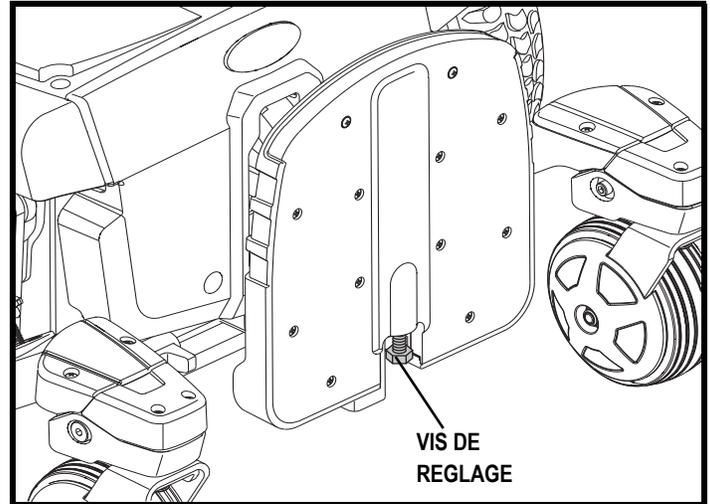

Figure 22. Réglage de l'angle du repose-pieds
1. Relevez le repose-pieds pour trouver l'emplacement de la vis de réglage. **Voir la figure 22.**